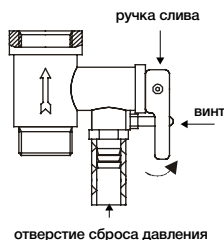

Рис. 12
6. Чтобы правильно слить воду из внутреннего бака, надо воспользоваться сливным отверстием (только для серии RS2) (для этого открутите заглушку, закрывающую сливное отверстие), также воду можно слить через комбинированный предохранительный клапан (рис.12) (для этого открутите винт ручки слива комбинированного предохранительного клапана и переведите ручку слива в верхнее положение, при это кран выхода горячей воды должен быть открыт, а кран подачи холодной воды в водонагреватель должен быть перекрыт).